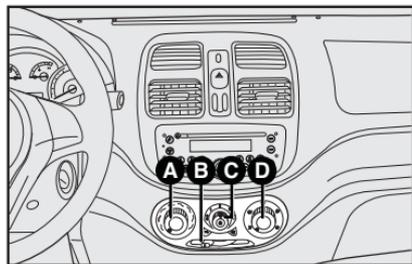

fig. 48
## COMANDOS - fig. 48
1) Mando para la temperatura del aire **A-fig. 48** totalmente posicionado a la izquierda.
2) Cursor del ventilador **C-fig. 48**: posicionado en la velocidad máxima.
3) Mando para la distribución del aire **D-fig. 48** indicador en , para controlar que todas las salidas de aire estén abiertas.
4) Conecte el aire acondicionado abriendo el selector **C-fig. 48**.
El aire acondicionado es muy útil para acelerar el desempañamiento porque deshumecece el aire. Es suficiente regular los mandos para la función de desempañamiento, y activar el aire acondicionado, presionando el pulsador **C-fig. 48**.
1) Acondicionador de aire conectado **C-fig. 48**.